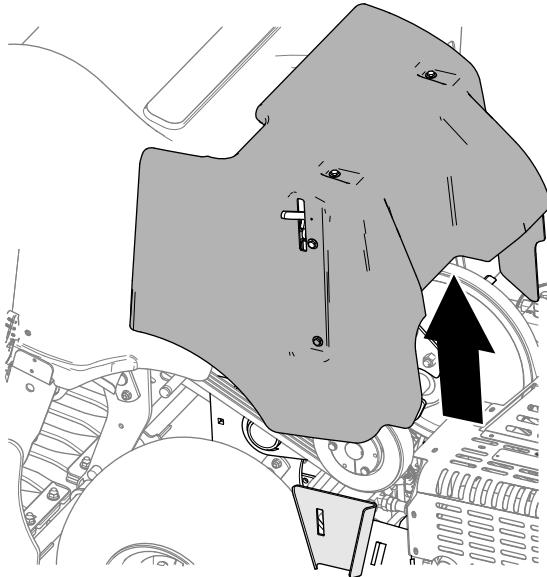

Bild 132
3. Heben Sie die Riemenabdeckung von der Maschine ab (Bild 132).